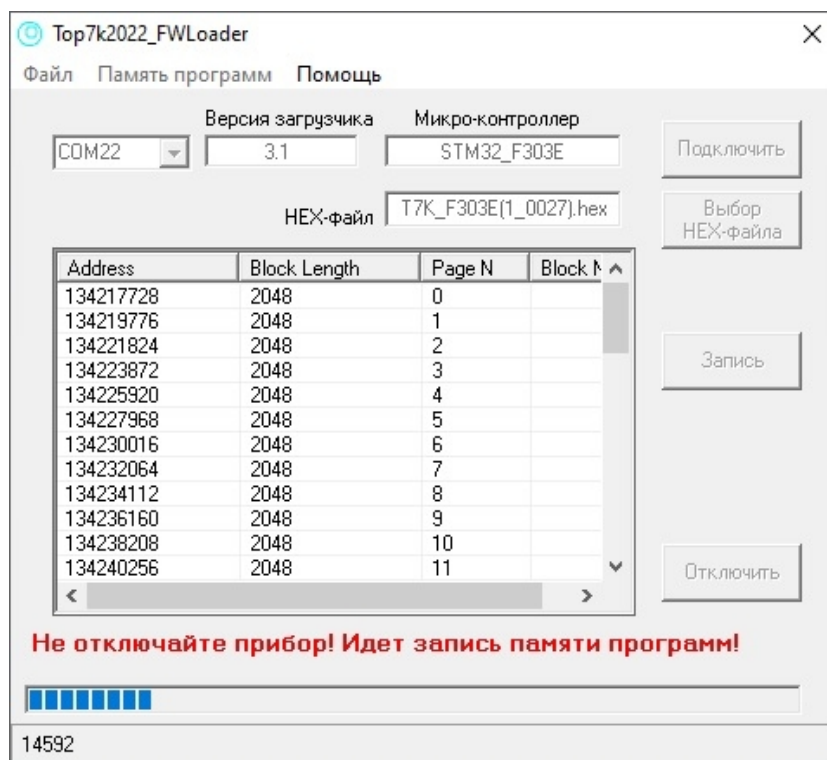

Рис.7. Процесс записи «прошивки»
9. Далее нажмите кнопку «Запись» для записи новой «прошивки» в прибор. В нижней части окна программы-загрузчика появится предупреждение о том, что идет процесс записи программной памяти, прерывание которого может привести к неисправности прибора. Степень выполнения процесса отображается с помощью «прогресс-бара» в нижней части окна и последовательного вывода числа записанных байт в левой части строки состояния (см. рис.7).